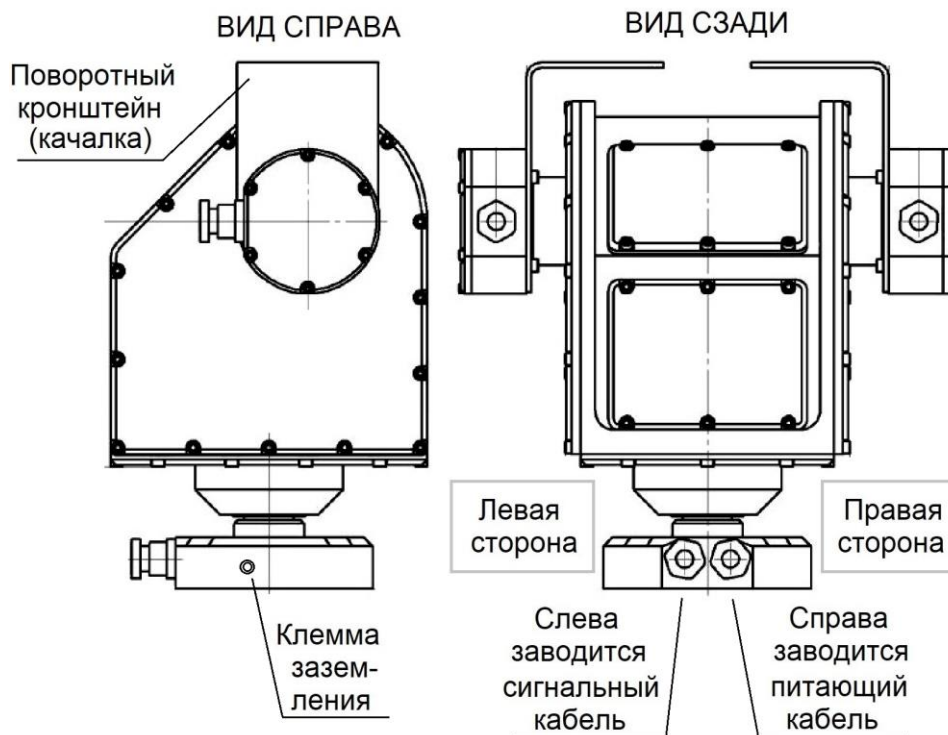

Рис. 5.3.1 Внешний вид ОПУ и назначение элементов конструкции
5.3 Внешний вид ОПУ и назначение элементов конструкции приведены на рис. 5.3.1.